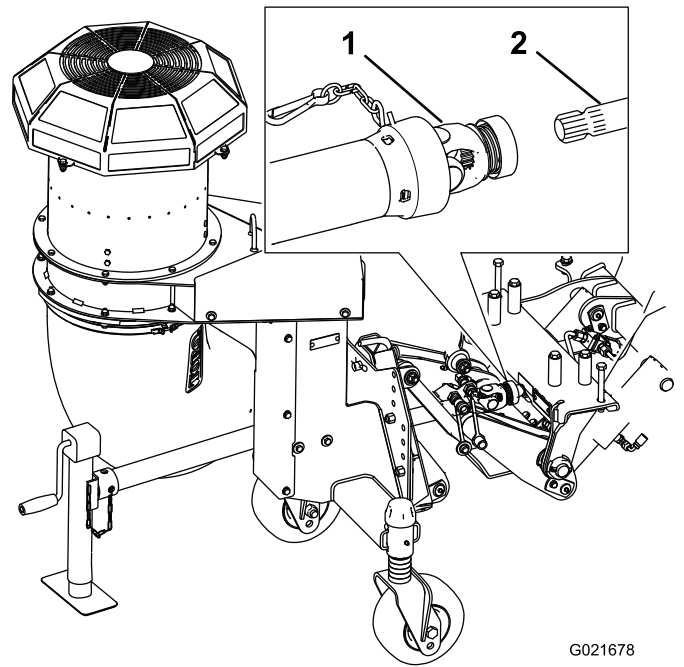

Figura 13
6. Fissate la catena di sicurezza al telaio ad attacco rapido (Figura 13).
5. Installate l'albero motore al telaio ad attacco rapido facendo scivolare l'accoppiatore rapido sull'albero (Figura 13).